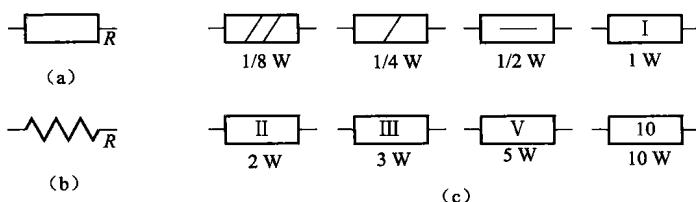

图 1.1 固定电阻器的电路符号
凡阻值固定不能调节的电阻器都称为固定电阻器。图 1.1 (a) 是我国国标电阻器符号；图 1.1 (b) 是国外常用电阻器的符号；图 1.1 (c) 是标有该电阻器额定功率的电阻器符号。在电路中，大部分电阻器的功率较小，除个别额定功率要求较高以外，电路图中一般不标出电阻器的额定功率。
额定功率是指在一定条件下，电阻器能长期连续负荷而不改变性能的允许功率。额定功率的大小也称瓦 (W) 数的大小，如  $1/8 \text{ W}$ 、 $1/4 \text{ W}$ 、 $1/2 \text{ W}$ 、 $1 \text{ W}$ 、 $2 \text{ W}$ 、 $3 \text{ W}$ 、 $5 \text{ W}$ 、 $10 \text{ W}$ 、 $20 \text{ W}$ ，一般印在电阻器的表面上，如图 1.1 (c) 所示。如果无此标示，可由电阻器的体积大致判断其额定功率的大小。如  $1/8 \text{ W}$  电阻其外形尺寸为  $8 \text{ mm}$ 、直径为  $2.5 \text{ mm}$ ； $1/4 \text{ W}$  电阻器的外形尺寸长为  $12 \text{ mm}$ 、直径为  $2.5 \text{ mm}$ 。